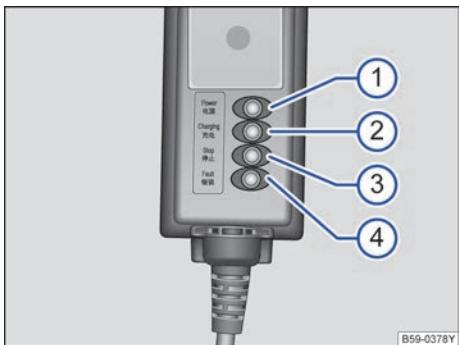

图 118 充电线上的控制盒
⇒ 图 118 的图例：
插上电源插头，显示→图 118 ① 亮起。
在高压蓄电池充电期间，显示→图 118 ② 常亮。
显示→图 118	含义和补救措施